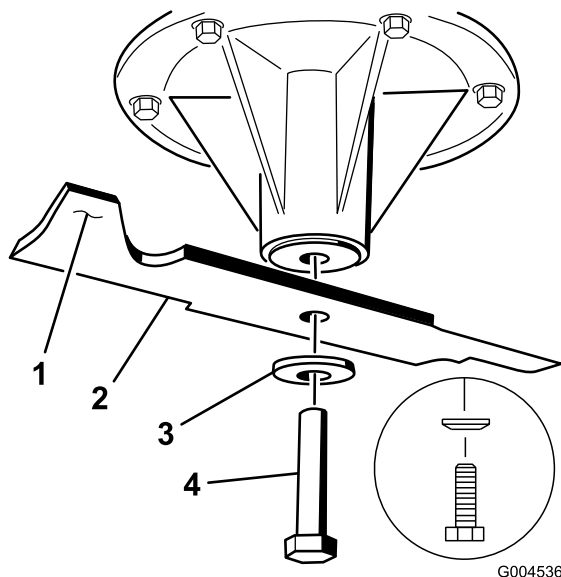

Figura 89
2. Retire del eje el perno de las cuchillas izquierda y central, la arandela curva y la cuchilla (Figura 89).